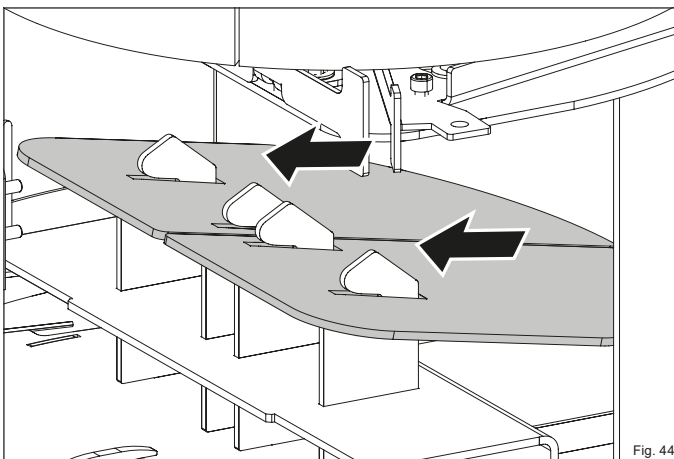

Fig. 44
- ▶ Faites glisser les déflecteurs acier vers le haut pour les libérer du support (Fig. 44).